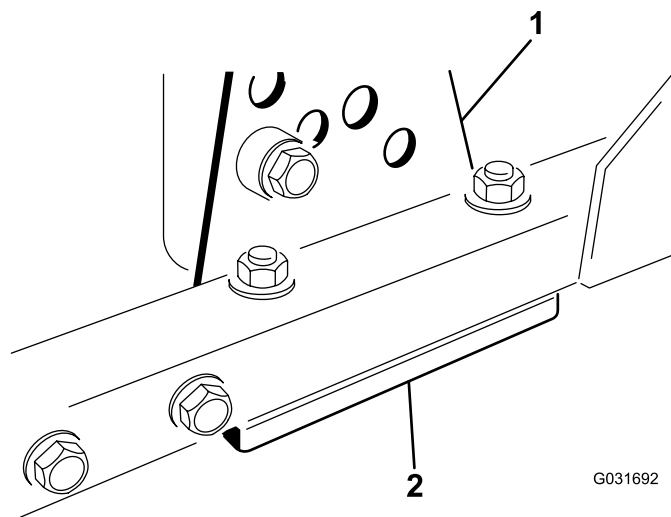

Рисунок 65
1. Снимите кронштейн высоты скашивания (передний, левый или правый) с рамы деки (Рисунок 65).
2. Установите регулировочные прокладки толщиной 1,5 мм и/или 0,7 мм между рамой деки и кронштейном, чтобы получить необходимую регулировку высоты (Рисунок 65).